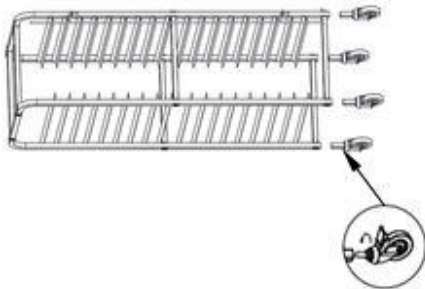

Fig. 2:
10. Para finalizar, atornille las ruedas pivotantes a los tubos cuadrados de las partes laterales. (Fig. 2).